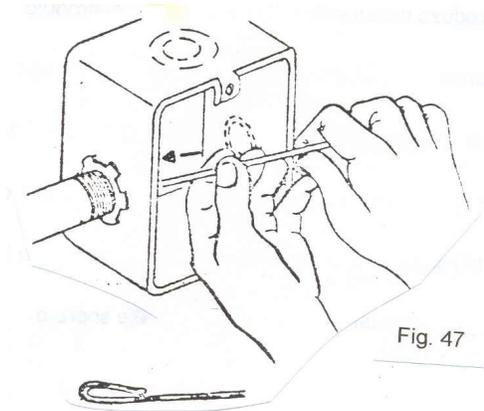

Fig. 47
a) Introduza o fio pescador no eletroduto (fig. 47) até que saia na outra caixa.